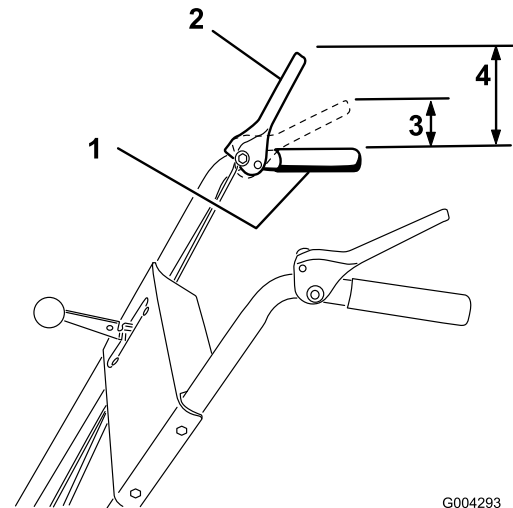

Figure 9
- Vérifiez la distance entre le haut de la poignée et le bas de la manette de commande de fraise/turbine (Figure 9).
Remarque: La résistance augmente de manière perceptible lorsque la courroie d'entraînement de la fraise/turbine se tend (à peu près à mi-course de la manette). Le réglage est correct quand la résistance commence à augmenter et que 3 à 5 cm (1 à 2") séparent le haut de la poignée et le bas de la manette de commande de la fraise/turbine comme illustré à la Figure 9.